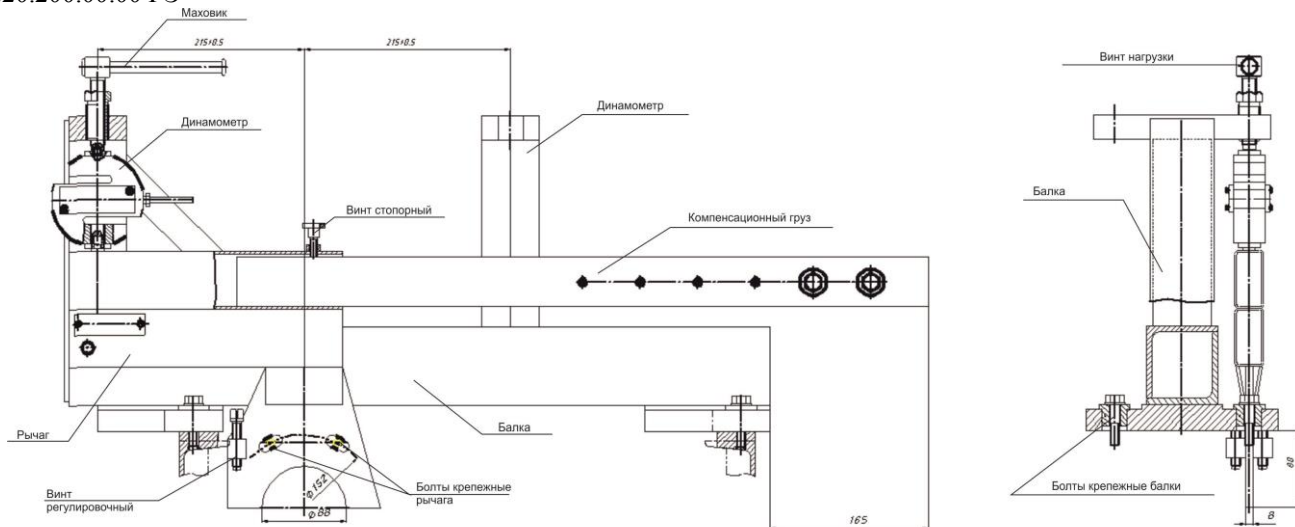

Рисунок 5 - Устройство для поверки датчиков тормозной силы стенов
в) устанавливают на правый мотор-редуктор рычаг в направлении заезда АТС (рис.5). Предварительно рычаг должен быть проверен на соответствие норме точности согласно Приложению Б;
- в) с помощью болтов установить на правом мотор – редукторе, рычаг М 220.220.00.00, рис.5;